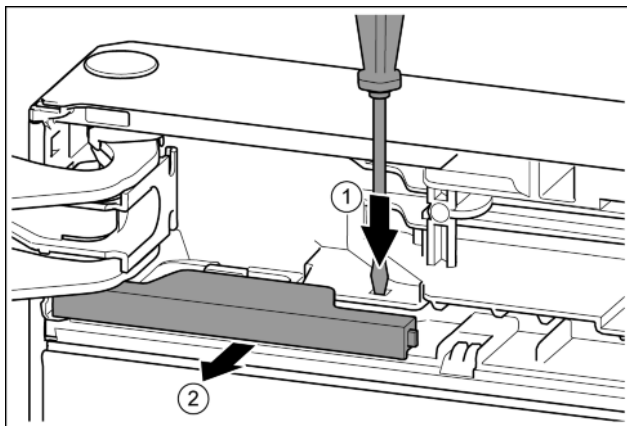

Fig. 9
- ▶ Lasche mit Schlitzschraubendreher drücken. *Fig. 9 (1)*
- ▶ Abdeckung aus der Verrastung ziehen. *Fig. 9 (2)*